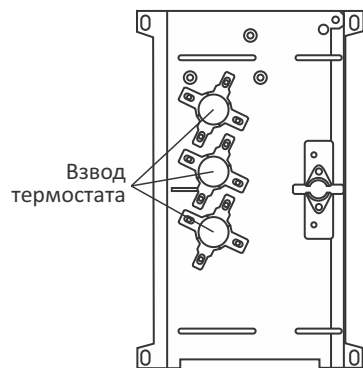

Рисунок 12.1
- Поочерёдно нажмите кнопки ручного взвода в центре термостатов (рисунок 12.1), пока каждый из них не щёлкнет.